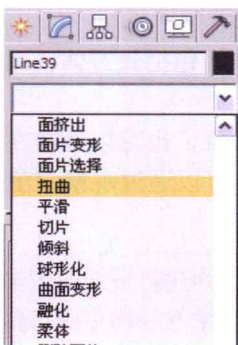
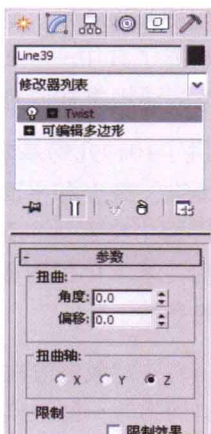

图1.30
图1.31
- 01 选中球棱柱对象,单击【修改】选项卡后,进入“修改”命令面板,在如图1.30所示的“修改器列表”的下拉列表中选择“扭曲”命令,“修改”命令面板中出现如图1.31所示的“参数”卷展栏。